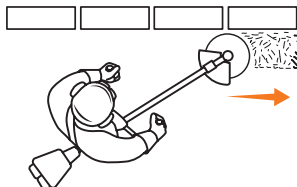

Рис. 12
- При кошении вдоль ограждений ведите триммер катушкой левой стороной к ограждению и следите, чтобы леска не касалась ограждения (Рис. 12). Для исключения обрыва лески используйте режим на невысоких оборотах двигателя.